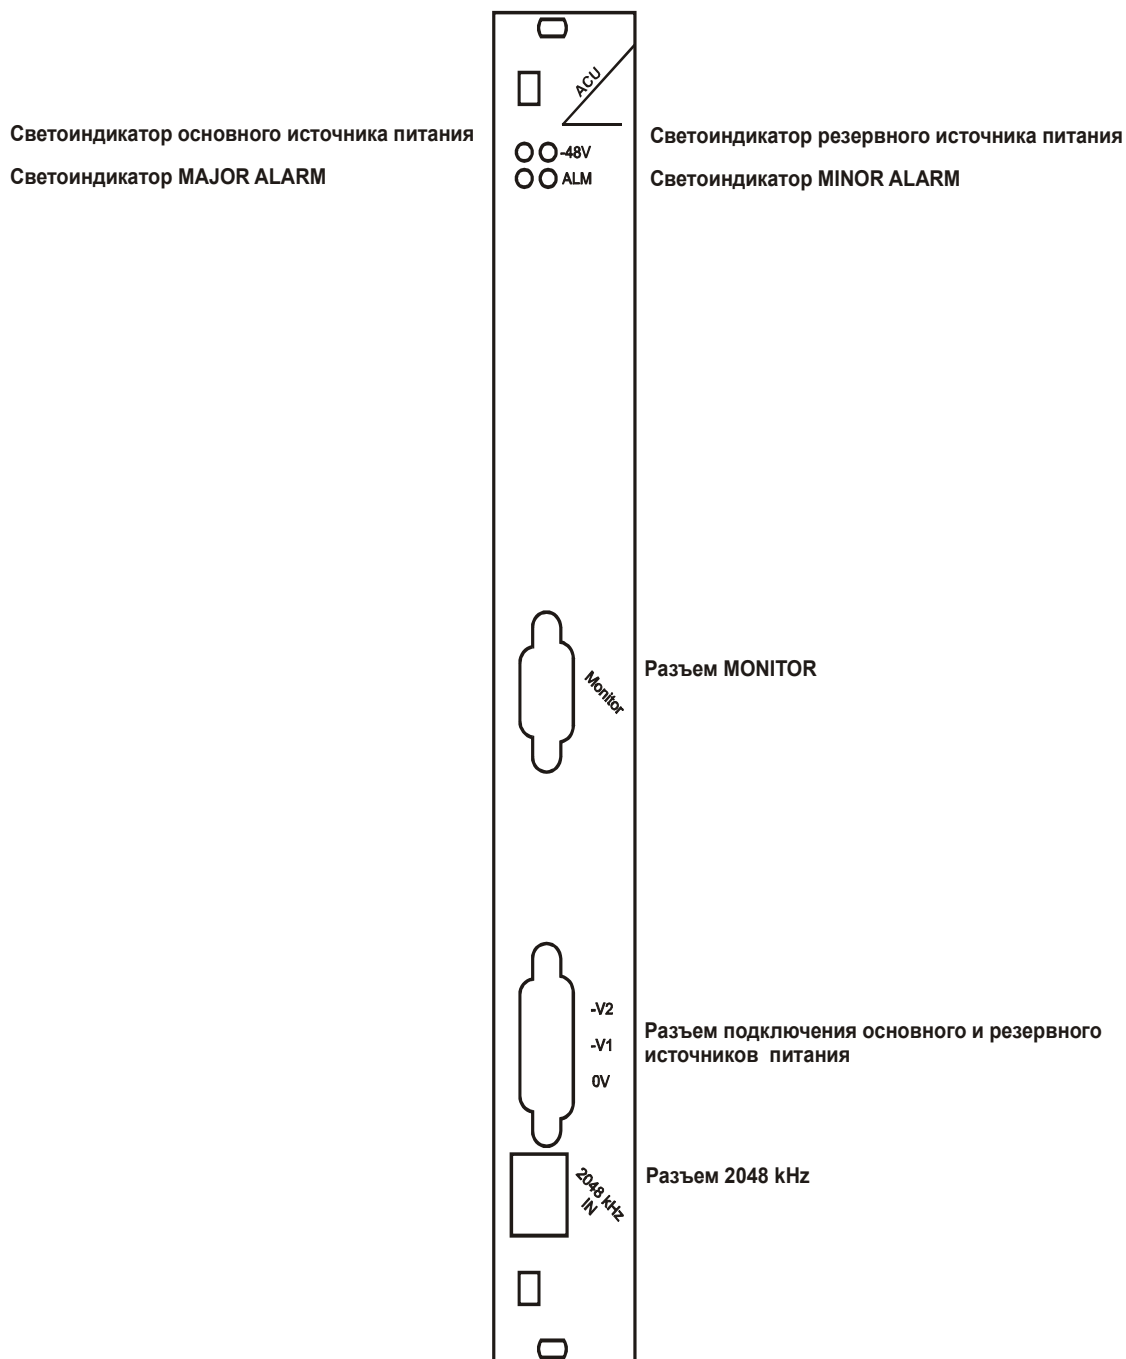

Рис. 2.2 «Модуль FG-ACU-SR,V1»
- Внешний вид модуля FG-ACU-SR,V1 приведен на рис. 2.2.